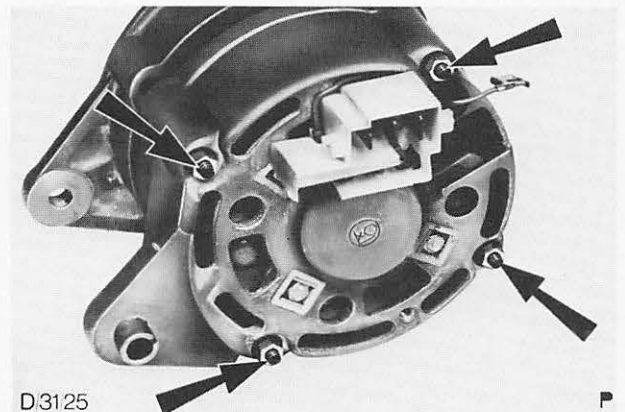

Abb. 73 Durchgehende Befestigungsschrauben, Antriebslagerschild an Schleifring-Lagerschild
3. Durchgehende Befestigungsschrauben entfernen, Abb. 73, und Antriebslagerschild vom Schleifring-Lagerschild trennen. Läufer kompl. herausnehmen.